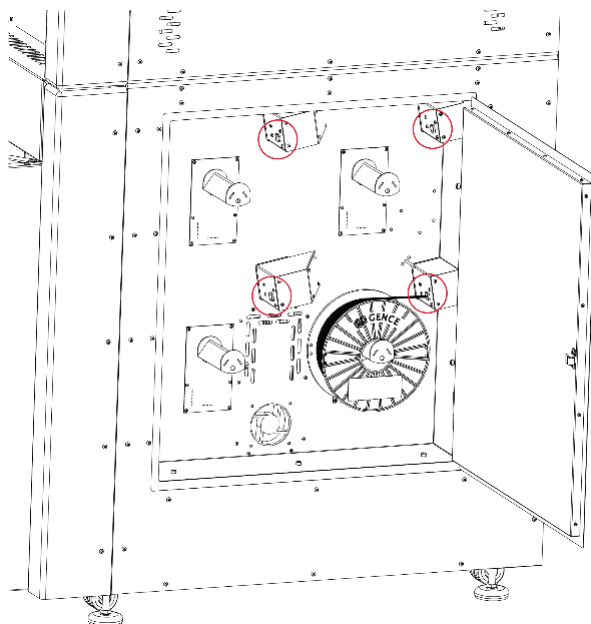

Рис. 55. Месторасположение входных отверстий для модуля подачи филамента
5. Поместить материал в соответствующий отсек в камере для материалов. Отрезать конец филамента под углом 45° и выпрямить конец. Сдвинуть и аккуратно вставить конец материала во входное отверстие механизма подачи филамента (рис. 55).